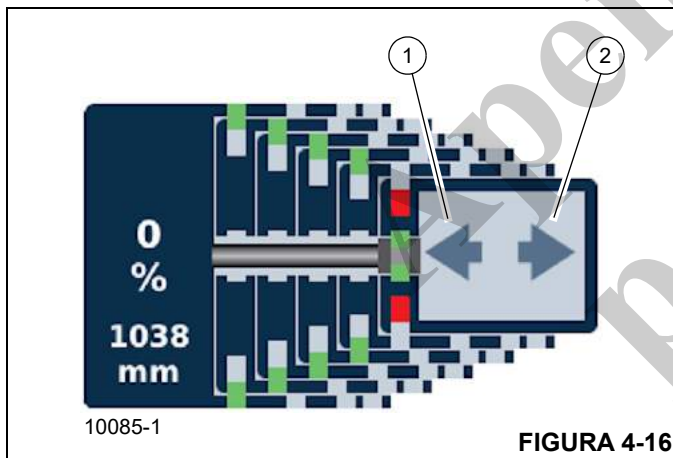

FIGURA 4-16
A função telescópica será iniciada apenas se a seta para a esquerda para retração (1, Figura 4-16) ou a seta para a direita para extensão (2) for exibida no local indicado na tela de exibição de operação (seja a tela de função telescópica semiautomática ou manual).